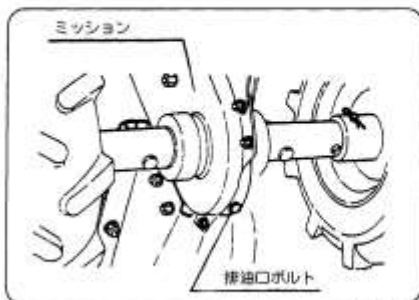

図38
- ミッションケース下部にある排油口ボルトを取外して汚れたオイルを流し出してください。(図38)